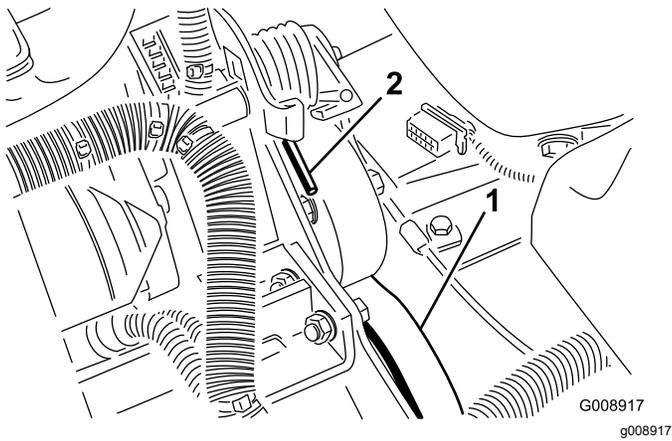

图 72
2. 上下按动弹簧的端部 (图 72) 将其从支架上解开释放弹簧上的张力。